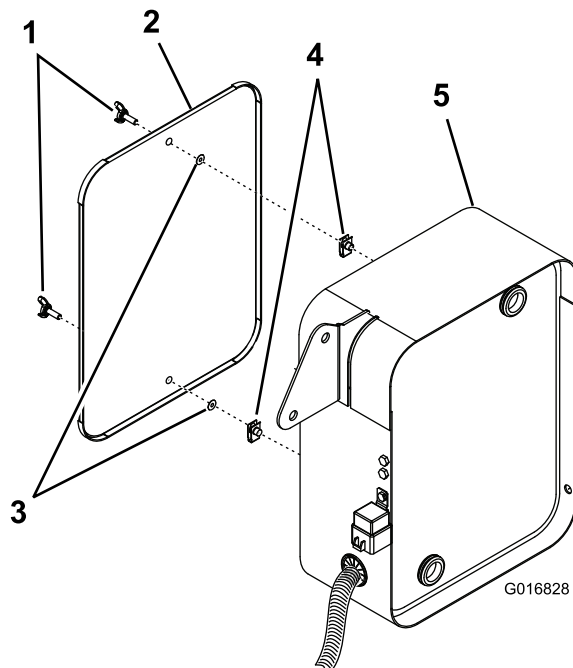

Bild 6
- Schließen Sie die anderen Enden der Hydraulikschläuche an der Hydraulikleitung und dem Verteilerblock an (Bild 6).
5. Befestigen Sie das Ölkühlergitter mit zwei Flügelschrauben, zwei Befestigungsmuttern und zwei Clips an der Ölkühlerstütze (Bild 6).